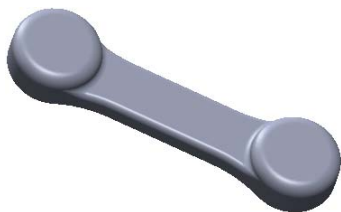

图 3.25.19 打开模型
Step1. 打开文件 D:\sw15\work\ch03.25\phone.SLDPRT，如图 3.25.19 所示。